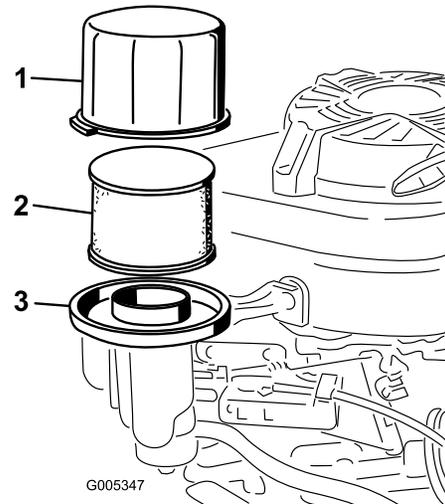

Figure 26
3. Déposez le couvercle et nettoyez-le soigneusement (Figure 26).
4. Enlevez et examinez l'élément filtrant en papier (Figure 26) et mettez-le au rebut s'il est excessivement encrassé.
5. Enlevez le préfiltre en mousse et nettoyez-le à l'eau avec un détergent doux. Séchez-le ensuite en le serrant légèrement dans un chiffon (Figure 26).